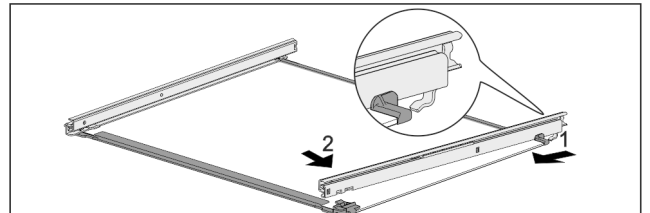

Fig. 105 Staklena ploča s vodilicama
- ▶ Zakvačite vodilicu sa stražnje strane. Fig. 105 (1)
- ▶ Uglavite vodilicu s prednje strane. Fig. 105 (2)